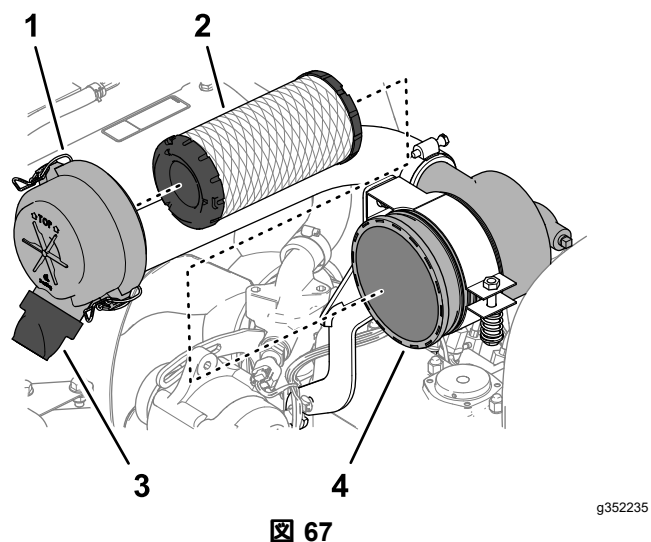

図 67
3. エアクリーナのカバーをボディーに固定しているラッチを外す(図 67)。
6. エlementを外す  図 67。
7. エアクリーナカバーの粉塵排出ポートからゴム製排出バルブ  図 67を外す。